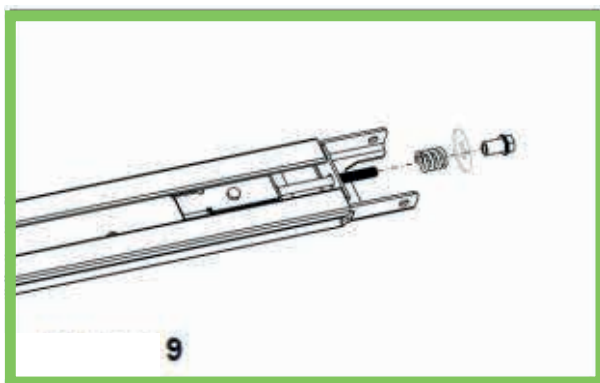

Fig:9
1. Como en la Fig. 9, suelte el perno y el resorte.